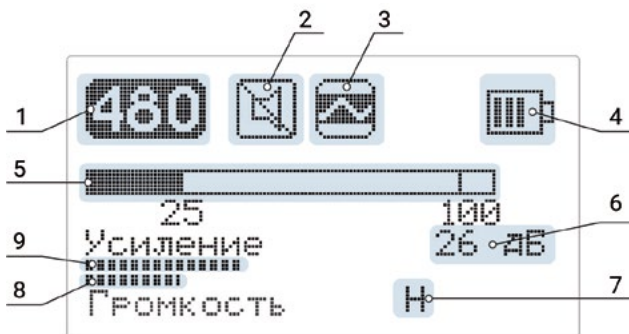

Рисунок 2
4.3.1. Вид основного экрана для канала «480» – Рис. 2.
4.3.2. Обозначение выбранного рабочего канала отображается в верхнем левом углу дисплея (**Рис. 2, поз.1**):